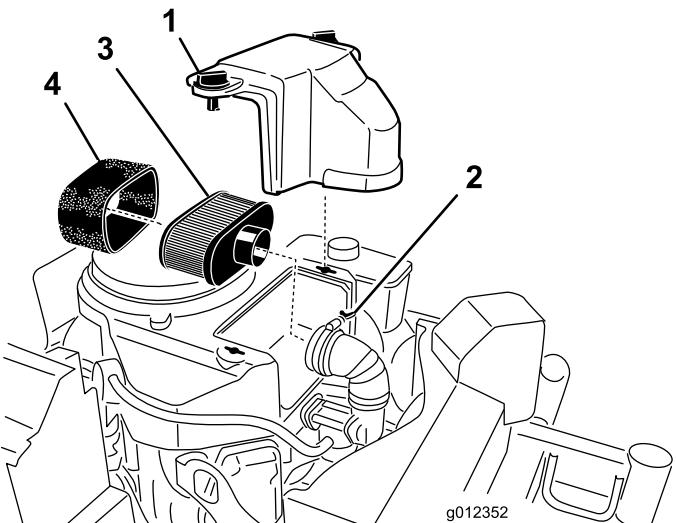

Figura 21
3. Pulite intorno al filtro dell'aria per evitare che la mordacia possa penetrare nel motore provocando gravi danni (Figura 21).
4. Svitate le manopole del coperchio e togliete il coperchio del filtro dell'aria (Figura 21).
5. Allentate la fascetta stringitubo e togliete il gruppo del filtro dell'aria (Figura 21).
6. Togliete con cautela l'elemento in schiuma sintetica dall'elemento di carta (Figura 21).
1. Non pulite il filtro di carta. Sostituitelo (Figura 21).
1. Infilate con cautela l'elemento in schiuma sintetica sopra l'elemento di carta del filtro dell'aria (Figura 21).
2. Montate il filtro dell'aria completo sulla relativa base, e fissatelo con i 2 dadi ad alette (Figura 21).
3. Montate il coperchio del filtro dell'aria e serrate la manopola del coperchio (Figura 21).